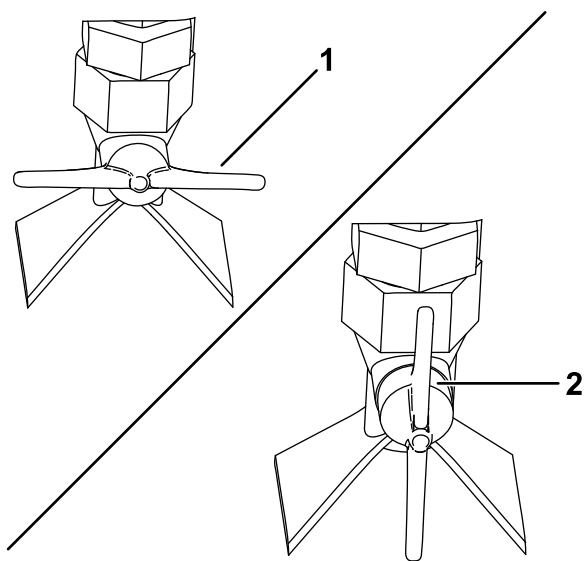

Figure 91
- Pour le jet en éventail – tournez la valve de pulvérisation sur le côté de la buse à l'horizontale (Figure 91).
- Pour le jet droit – tournez la valve de pulvérisation sur le côté de la buse à la verticale (Figure 91).